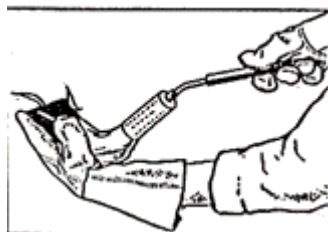

Рис.6
4.13 Нагреть мягким (жёлтым) пламенем горелки приготовленную заранее (п.4.7) заплату со стороны адгезива (клея) до его размягчения (появления блеска) (см. рис.6).